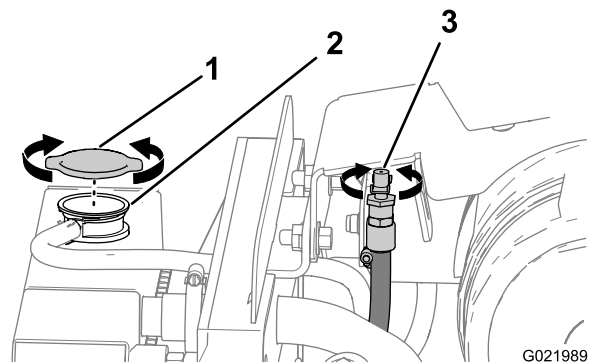
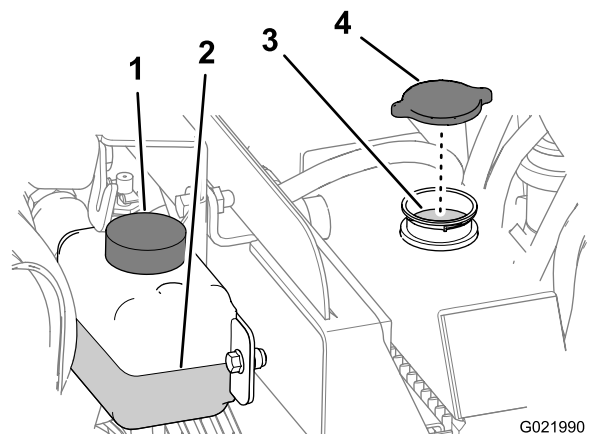

Figura 79
Figura 80
4. Abra a válvula de respiro do motor (Figura 79).
5. Retire a tampa do tubo de enchimento do radiador e verifique o nível do líquido de arrefecimento (Figura 79 e Figura 80).
6. Se o nível de líquido de arrefecimento estiver baixo, adicione líquido até beirar o fundo do tubo de enchimento (Figura 80).
2. Retire a tampa do radiador (Figura 79 e Figura 80).
- B. Abra a válvula de respiro (Figura 79).
- A. Abra a válvula de respiro (Figura 79).
1. Retire a tampa do radiador (Figura 79 e Figura 80).
2. Abra a válvula de respiro (Figura 79).